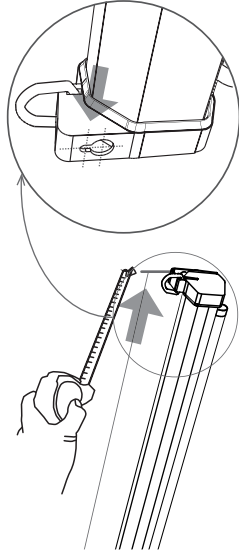
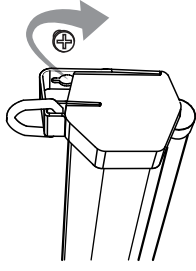
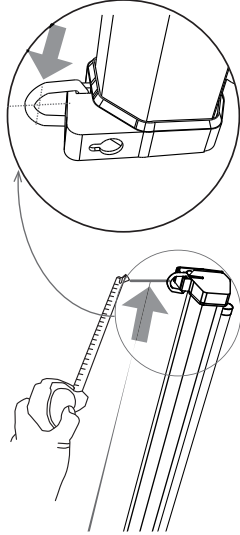

Рис. 1
Рис. 2
Рис. 4
- подвешивание на стену: замерьте расстояние между петлями на корпусе, как показано на рис. 1. Прикрутите шурупы соответствующего диаметра к стене с учетом высоты экрана, подвесьте экран крепежными петлями на шурупы, как показано на рис.2; - крепление на потолок: замерьте расстояние между петлями на корпусе, как показано на рис. 4. Прикрутите на этом расстоянии крючки к потолку и повесьте экран, как показано на рис. 5.